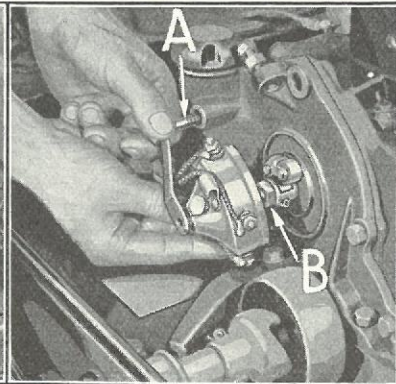
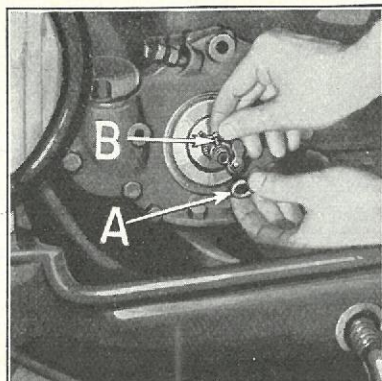

Fig. 265
Fig. 266
- 454** Aftag Dynamoen ved at skrue Fordelerfjederbolten (Fig. 265-A) af og aftage Fordeleren. Skru Møtrikken »B« af Fordelerakslen samt endvidere Ringen »A« (Fig. 266) og Laasestiften »B«. Fordelerrullen og Tætningsringene mod forreste Cylinderdæksel kan derefter udtages.